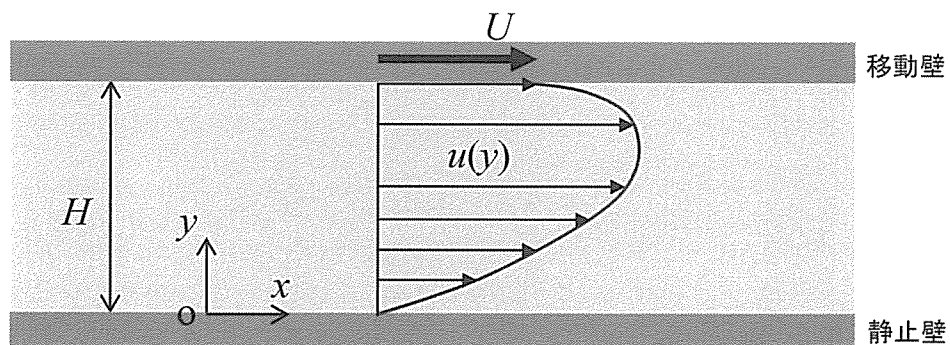

図1
図1に示すように、2次元のデカルト座標系 (x, y) において、2枚の平行平板（滑り無しの不浸透壁、奥行きは無限に広い）が上壁面は $y=H$ [m]、下壁面は $y=0$ [m] の位置にあり、それらの間 $(0 \leq y \leq H)$ に粘性・非圧縮性流体（粘度 μ [Pa·s]、密度 ρ [kg/m³]) が満たされている。下壁は静止し、上壁は一定の速度 U [m/s] で右向き ($U>0$) に動いている。2枚の平行平板の間の流体に x 方向に一定の圧力勾配をかけたとき、流れは完全に発達した2次元の定常な層流になるとして、次の(1)～(5)の問いについて答えよ。その際、問題文中で使用されている文字以外を使用しないこと。
- (1) 2次元 (x, y) の定常な粘性・非圧縮性流体のナビエ・ストークスの式 (NS 式) と連続の式を示せ。ここで、 x 方向および y 方向の速度成分はそれぞれ u [m/s] および v [m/s]、圧力は p [Pa] である。
- (2) 流れは流れ方向 (x 方向) のみの一次元流れ ($v=0$ 、圧力 p は x のみの関数) であると仮定して、 x 方向の速度成分の y 方向分布 $u(y)$ を導出せよ。
- (3) 平行平板間を流れる体積流量 Q (単位幅あたりの流量) を求めよ。
- (4) 正味の流量が正となるような圧力勾配 (dp/dx) の条件を求めよ。
- (5) 図1に示すように、流体の最大速度が上壁の移動速度 U よりも大きい場合について、流体が最大速度となる y 方向位置 $y_{\max}$ を求めよ。